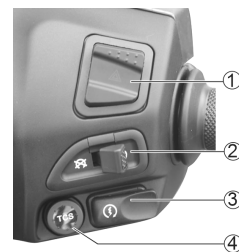

Fig6
Interruttore luce d'emergenza ① (Fig6)
Interruttore di spegnimento ② (Fig6)
Interruttore accensione elettrica ③ (Fig 6)
TCS ④ (Fig 6)